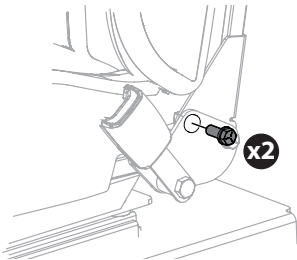

Figure 11
4. Fixer avec deux vis retirées à l'étape 2 (Figure 11).